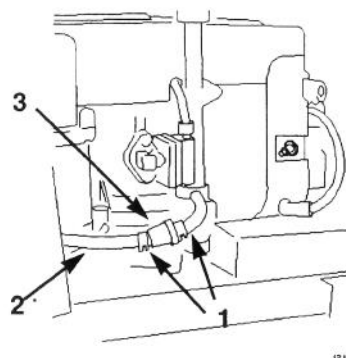

Figure 27
4. Pincer les extrémités du collier de serrage et les faire coulisser le long du flexible d'alimentation vers le réservoir (Fig. 27).
5. 5. Séparer le tuyau de carburant du filtre (Fig. 27). Ouvrir le robinet d'arrêt de carburant et laisser l'essence s'écouler dans un bidon approprié.